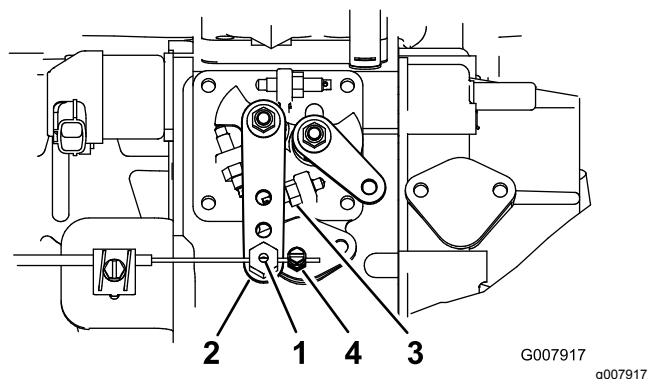

Figura 52
2. Desaperte o conector do cabo do regulador, no cabo do regulador, junto da alavanca da bomba de injeção (Figura 52).
3. Mantenha o braço da alavanca da bomba de injeção contra o travão de ralenti elevado (Figura 52).